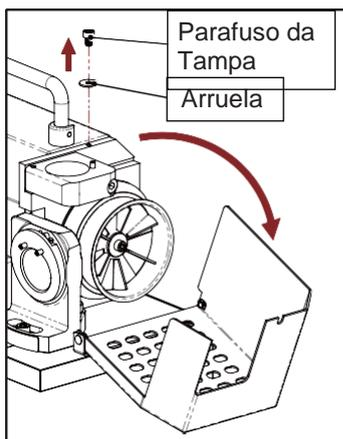

Fig. 11-2
- ③ Solte o parafuso da tampa do rebolo para abrir a tampa. (Fig. 11-2)